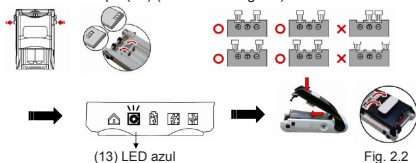

Fig. 2.2
Haga contacto con los conectores de carga de la batería hasta el que indicador de LED azul (13) se encienda, entonces asegure la batería con la tapa (10) (consulte la Fig 2.2)